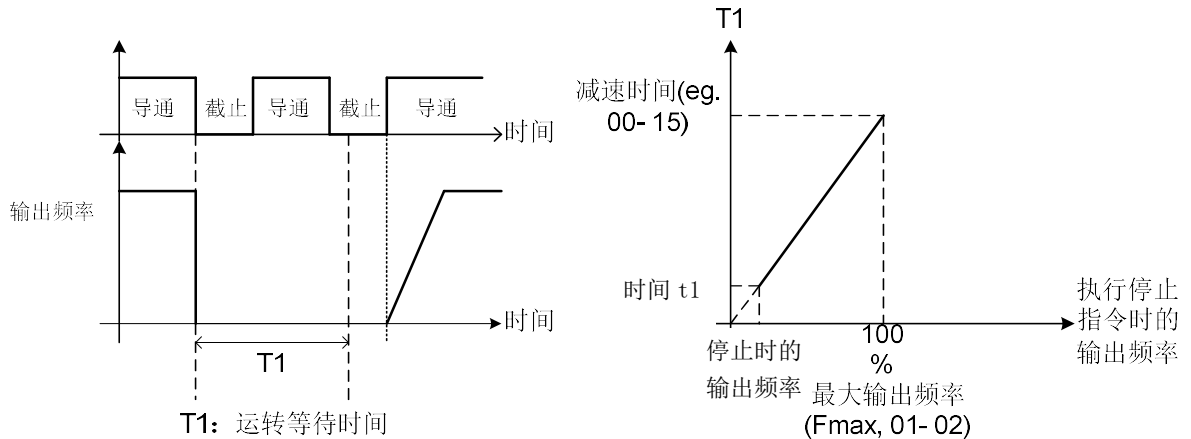

图 4.3.58 定时器自由运转停止
(4) 07-09=3
- 取图 4.3.58 中停止时输出频率对应的时间  $t1$ ，和 07-18 (最小遮断时间)中较大的值。